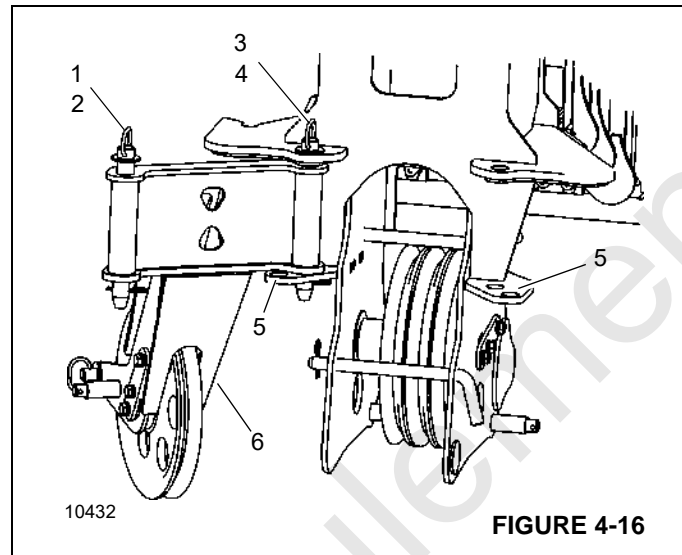

FIGURE 4-16
1. Retirer la goupille fendue (2 ou 4, Figure 4-16) et l'axe (1 ou 3) d'un côté du nez de flèche auxiliaire (6).
2. Faire pivoter le nez de flèche auxiliaire sur le côté. La Figure 4-16 indique le nez de flèche auxiliaire (6) déplacé du côté droit.
3. Pour maintenir temporairement le nez de flèche auxiliaire en position, insérer l'axe (1 ou 3) dans le trou de retenue (5) de la bride de montage du nez de flèche.
5. Retirer l'axe (1 ou 3) du trou de retenue (5).
6. Faire pivoter le nez de flèche auxiliaire (6) dans sa position d'installation.
7. Fixer le nez de flèche auxiliaire (6) au nez de la flèche à l'aide de l'axe (1 ou 3) et de la goupille fendue (2 ou 4).